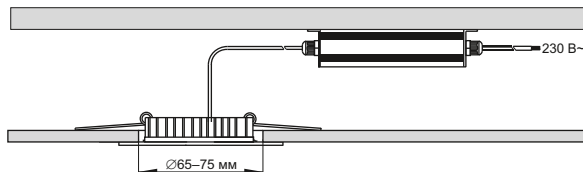

Рисунок 3
4.6 При достаточном месте для установки источника питания в межпотолочном пространстве подвесного потолка, монтаж светильника производится в отверстие диаметром 65–75 мм (малое кольцо корпуса рисунок 3).